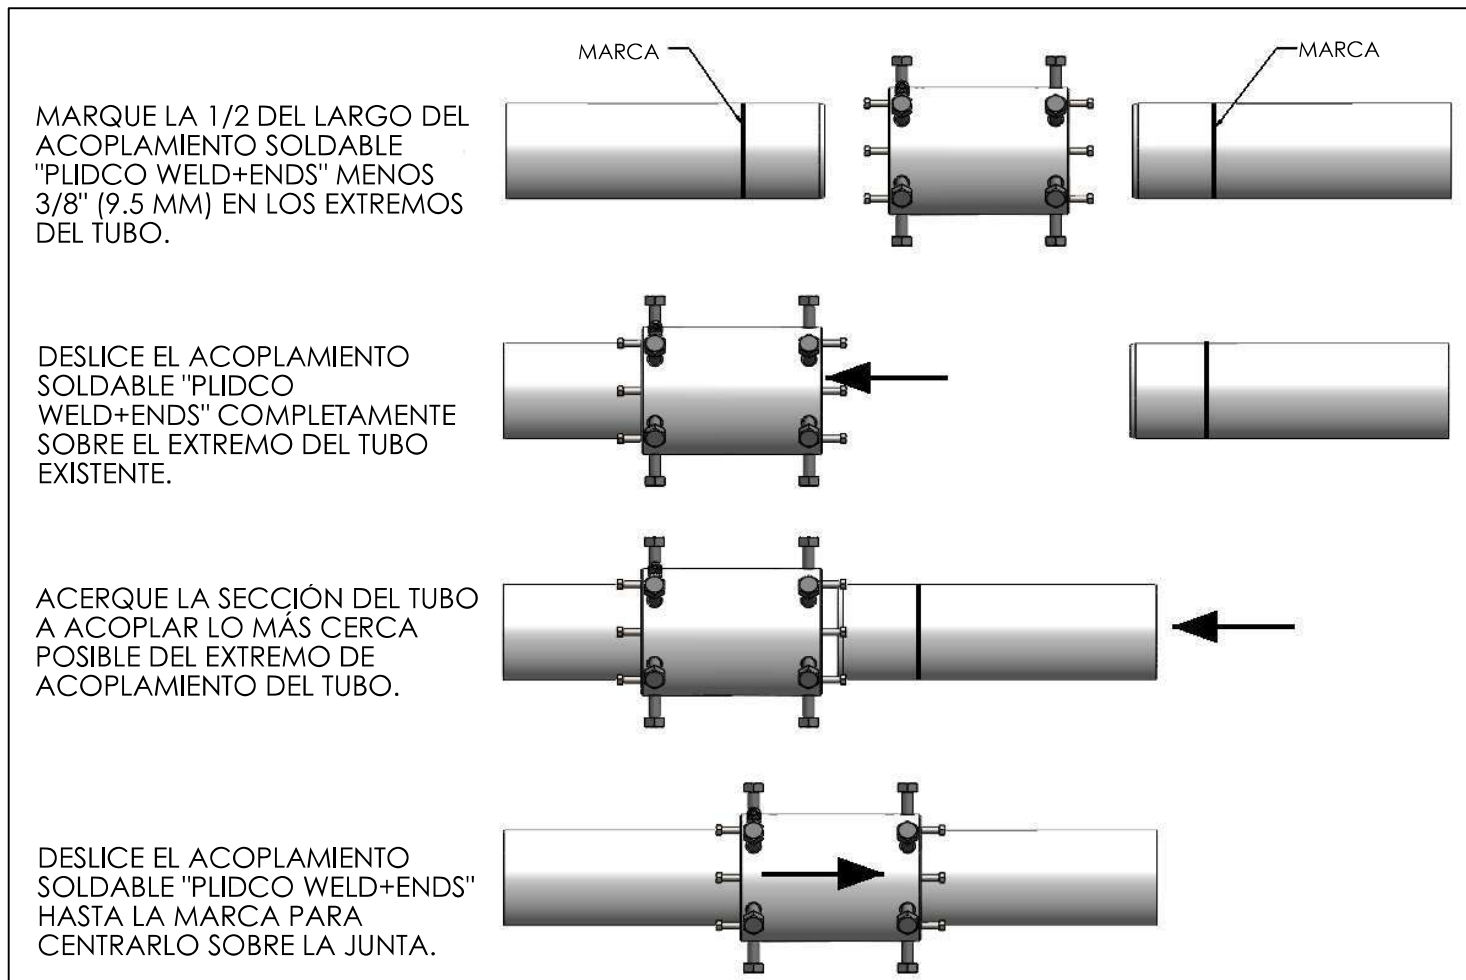

Figura 2
3. Ponga una marca en ambos extremos del tubo, la mitad del acoplamiento soldable "PLIDCO Weld+Ends" menos 3/8" (9.5 mm). (Consulte la Figura 2)